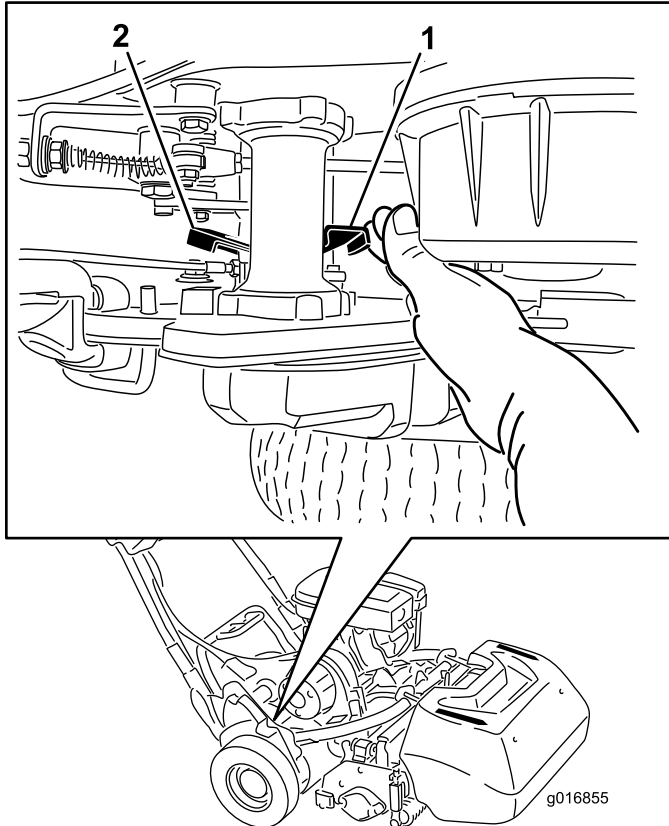

Figura 29
1. En la esquina derecha trasera de la máquina, localice la palanca de engranado/desengranado de la tracción junto al tambor del alojamiento de la transmisión (Figura 29).